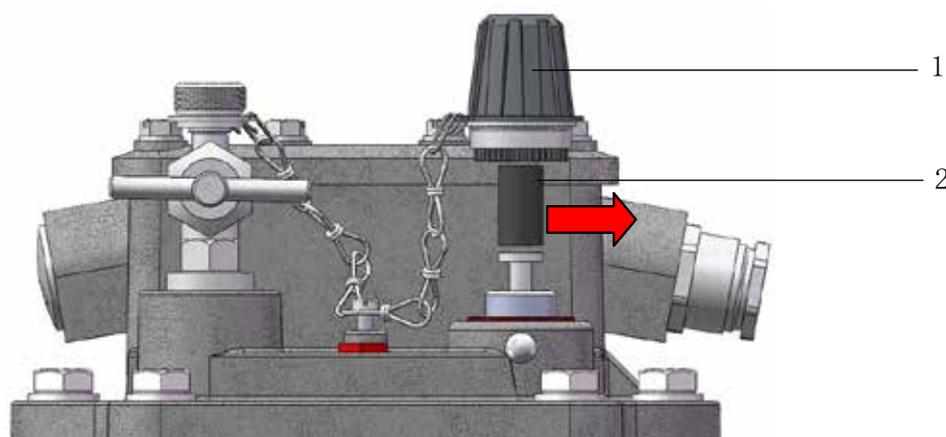

图 3 - 运输保险装置的拆除
- 拧下大闷盖螺母(图 3/ 1 号)。
- 从大闷盖螺母上取出运输保险装置(图 3/ 2 号)。